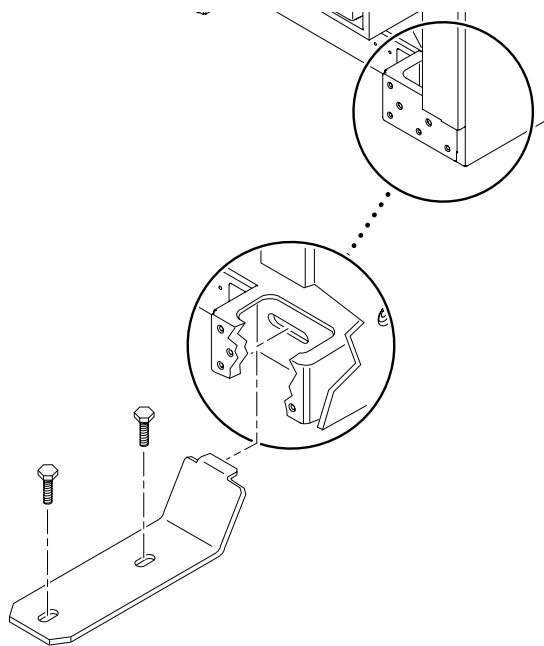

図 6 床への Sun fire キャビネットの留め具の固定
11. 手順 2 および手順 6 で保管した正面留め具および背面留め具を使用して、システムを設置場所に固定します(図 6)。